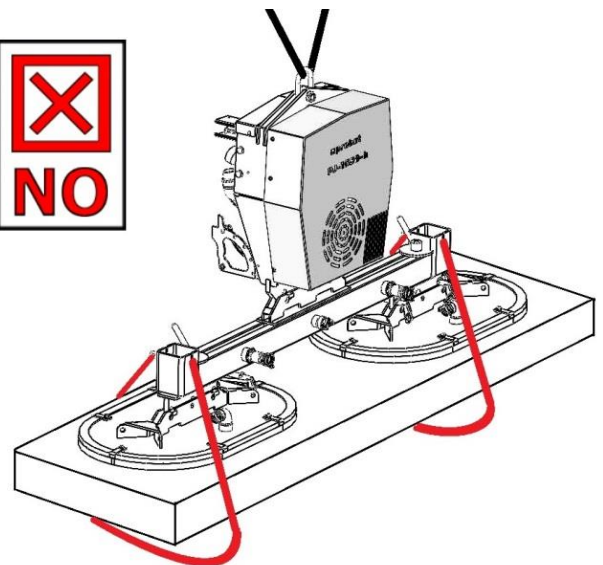

Abb. 2
Ein ungleiches Positionieren der Saugplatten ist nicht erlaubt (siehe Abbildung 2)!
- Lastsicherungsketten dürfen **NIEMALS locker** unter der Last hängen, da sonst Last bei Vakuumausfall/Verlust (z.B. bedingt durch Energieausfall) herunterfallen kann (Abb. 2). **Lebensgefahr!!!**